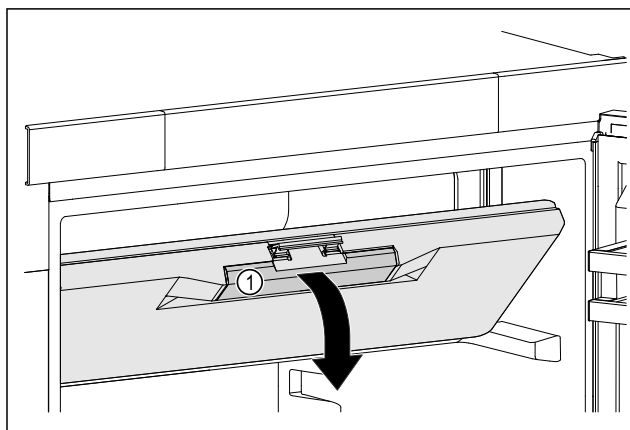

Fig. 47
- ▶ Chwycić drzwi komory zamrażalnika za zagłębienie uchwytu Fig. 47 (1).